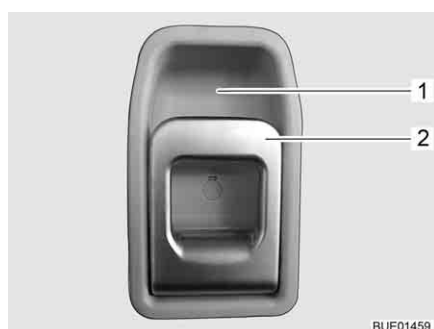

Fig. 60 Fechadura da porta de entrada, lado de dentro
- Puxe o manípulo (Fig. 60,2). A fechadura da porta fica destrancada.
- Empurre o manípulo (Fig. 60,2) em cima no sentido do invólucro do manípulo (Fig. 60,1).